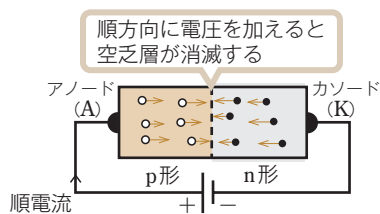
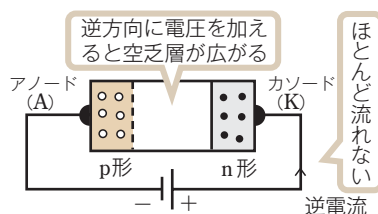

図4 順電圧
図5 逆電圧
の空乏層が消滅して、図4のように電流が流れる。このような向きに加えた電圧を順電圧^①といい、電流を順電流^②という。反対に図5